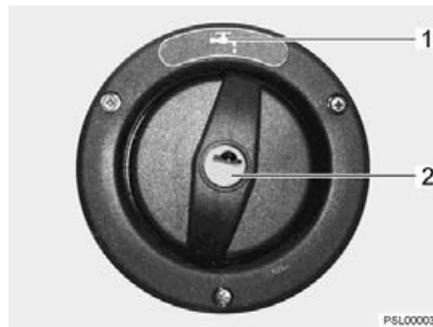

Bild 85 Verschlussdeckel für Trinkwasser-Einfüllstutzen
- ▷ Der Trinkwasser-Einfüllstutzen ist mit dem Symbol "☕" (Bild 85,1) gekennzeichnet.
- ▷ Das Öffnen und Schließen des Verschlussdeckels (Bild 85,2) ist in Abschnitt 11.2 beschrieben.